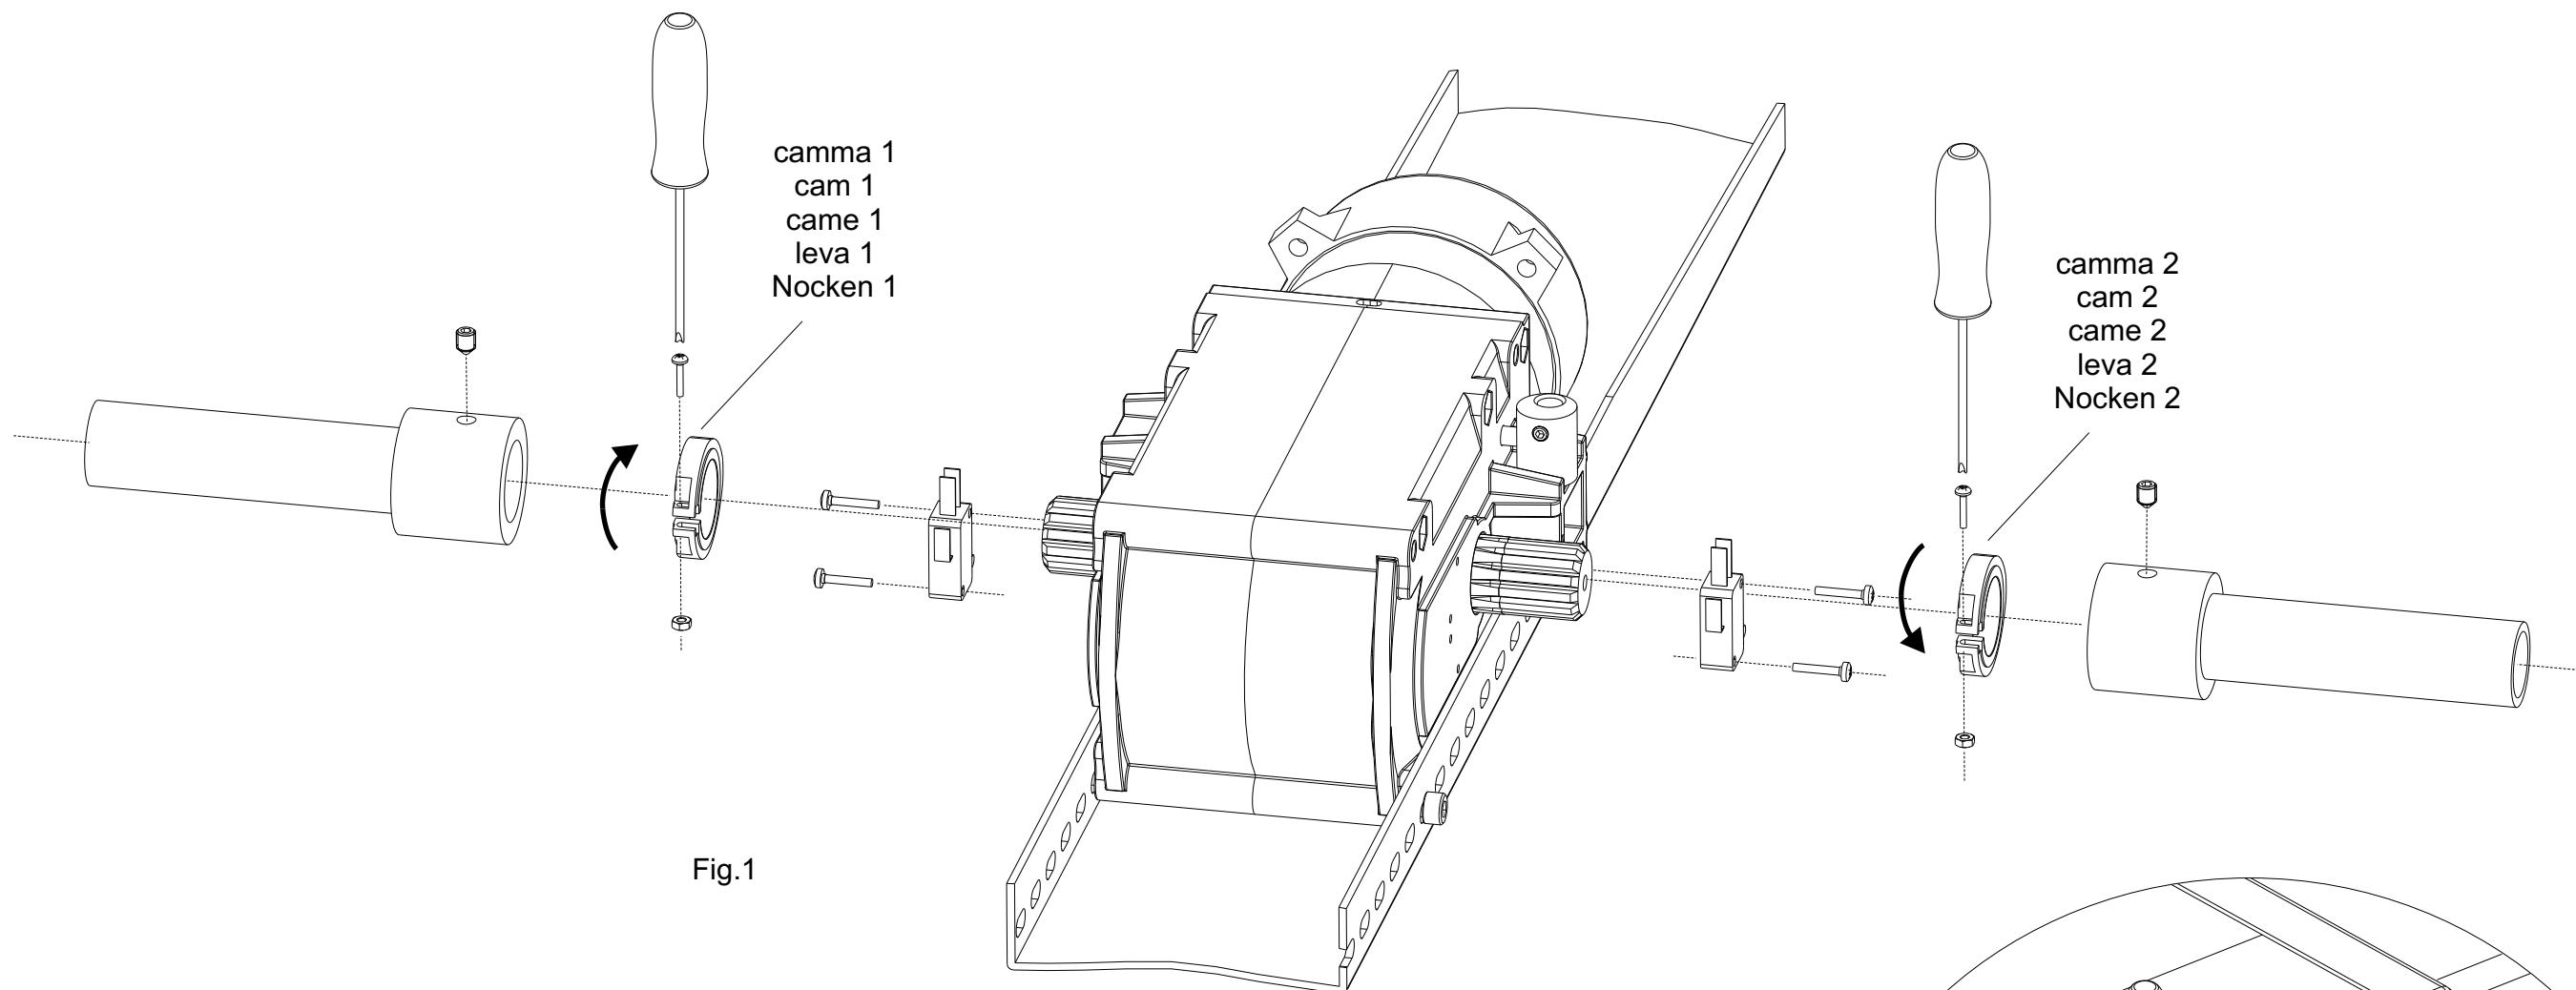

Fig. 1
- Montare il kit finecorsa come in Fig. 1
- 3 Ruotare la camma 1 come in Fig. 1 fino allo schiacciamento del micron (Fig. 3)
- 6 Ruotare la camma 2 come in Fig. 1 fino allo schiacciamento del micron (Fig. 3)
- Assemble the limit switch kit as in Fig. 1
- 3 Turn cam 1 as in Fig.1 until the microswitch is crushed (Fig.3)
- 6 Turn cam 2 as in Fig.1 until the microswitch is crushed (Fig.3)
- Montar el kit fin de carrera como en la Fig. 1
- 3 Girar la leva 1 como en la Fig. 1 hasta el aplastamiento del microinterruptor (Fig. 3)
- 6 Girar la leva 2 como en la Fig. 1 hasta el aplastamiento del microinterruptor (Fig. 3)
- Das Endschalter Kit wie in Abb. 1 montieren
- 3 Den Nocken 1 wie in Abb.1 bis zur Quetschung des Mikroschalters drehen
- 6 Den Nocken 2 wie in Abb. 1 bis zur Quetschung des Mikroschalters drehen (Abb.3)
- Monter le Kit fin de course comme dans Fig. 1
- 3 Tourner la came 1 comme dans Fig. 1 jusqu'à l'écrasement du micro-interrupteur (Fig. 3).
- 6 Tourner la came 2 comme dans Fig. 1 jusqu'à l'écrasement du micro-interrupteur (Fig. 3)